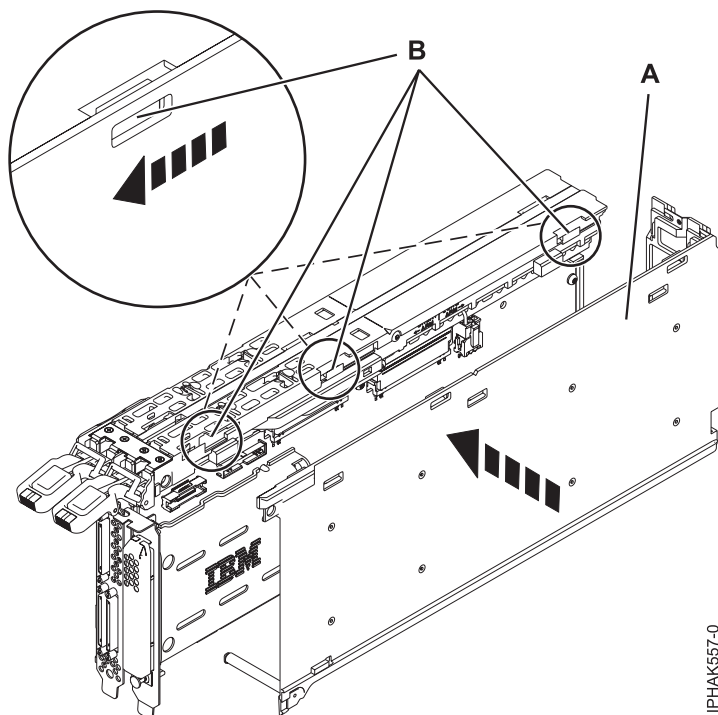

Figure 55. Installation du capot
- Installez le capot : Voir figure 55.